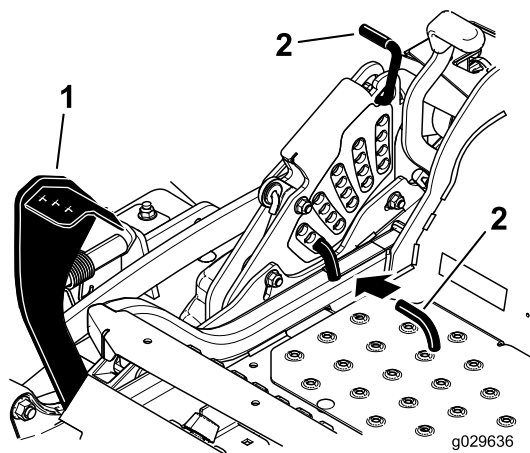

Figura 91
5. Empuje del todo el pedal de elevación de la carcasa hacia delante; la carcasa se engancha en la posición de TRANSPORTE de 14 cm (5½") (Figura 91).